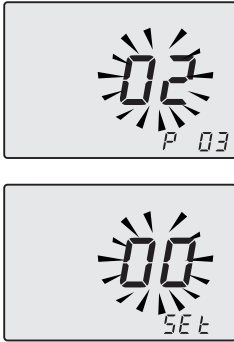

Figura 5.54
- Nel display si alternano le scritte **P03 - Set** (Figura 5.54).